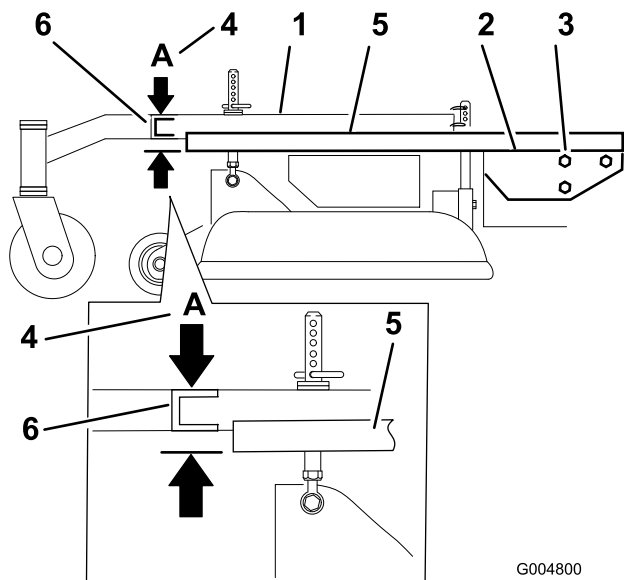

Figura 56
3. Coloque una regla larga en la parte superior de la plataforma del motor según se ilustra en la Figura 56.
4. En la ranura transversal del bastidor de tiro, mida la altura en la posición **A** (Figura 56). Debe ser de 33 mm, con una tolerancia de más o menos 6 mm.
6. Afloje los pernos de montaje del bastidor de tiro en los dos lados de la máquina (Figura 56).
7. Alinee el bastidor de tiro y la plataforma del motor para que tengan una altura de 33 mm, con una tolerancia de más o menos 6 mm, en la posición **A** (Figura 56).